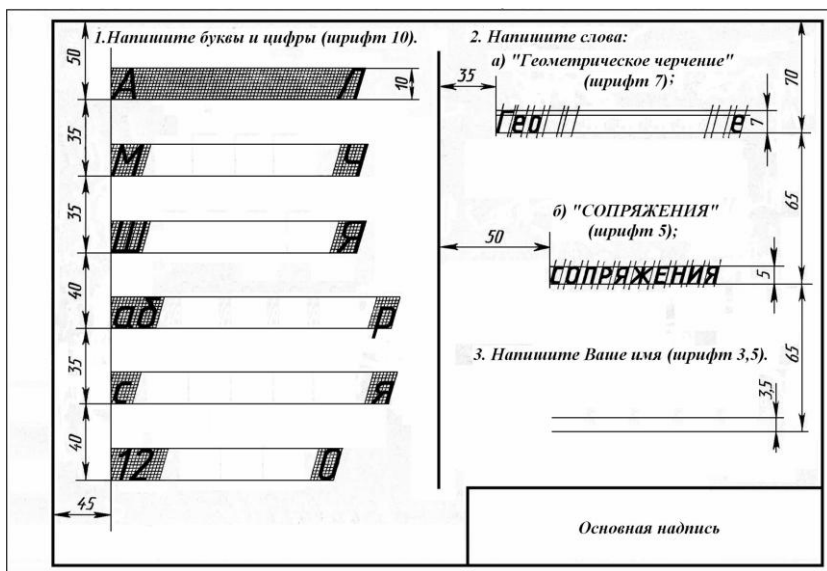

Рис.6. Контрольная работа «Шрифт» с указанием заданий и разметкой
Графическая контрольная работа «Шрифт» выполняется фронтально. Пример выполнения работы с заданиями представлен на рис.6.
1. Внимательно рассмотрите и прочитайте задания (рис.6).